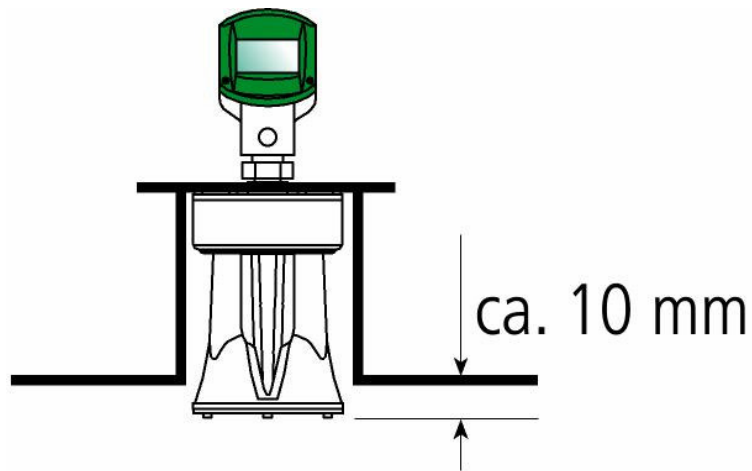
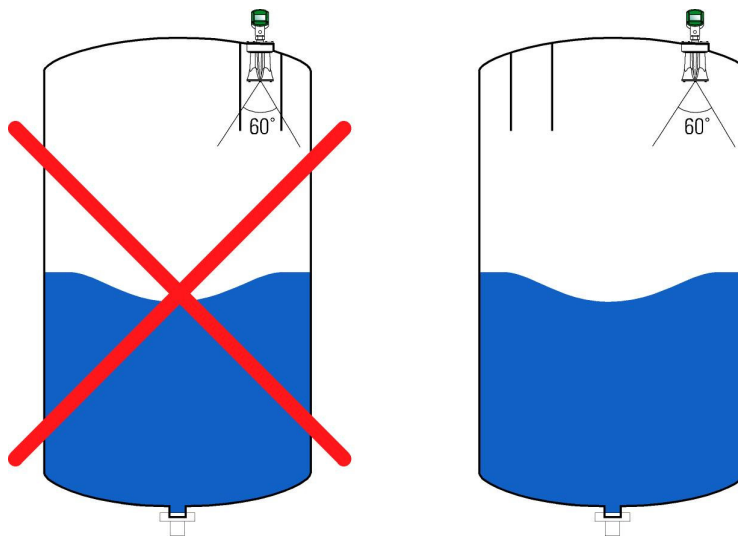

Abbildung 9: Montagebedingung der Antennen
Abbildung 10: Scannerstrahl
- ⦿ Vergewissern Sie sich, dass die Unterseite des Scanners (Antenne) mindestens 10 mm über den Sockel hinausragt, so wie in Abbildung 9 dargestellt. Stellen Sie sicher, dass keine Leisten, Träger oder sonstige Einbauten den Scannerstrahl stören (Öffnungswinkel beachten). Siehe Abbildung 10. Interferenz kann das Signal-Rausch-Verhältnis (SNR) reduzieren und zum Scanner zurückkehrende Signale beeinträchtigen.